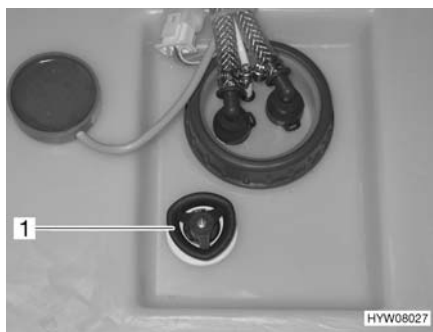

Fig. 157 Maniglia girevole (serbatoio dell'acqua)
- Sul serbatoio dell'acqua, ruotare la maniglia girevole (Fig. 157,1) in senso orario fino all'arresto.
- Sul serbatoio dell'acqua, ruotare la maniglia girevole (Fig. 157,1) in senso antiorario fino all'arresto. L'acqua fuoriesce fino a ca. 20 litri.
- Sul serbatoio dell'acqua ruotare la maniglia girevole (Fig. 157,1) in senso antiorario, oltre la resistenza verso l'esterno fino all'arresto, per aprire completamente l'apertura di scarico.